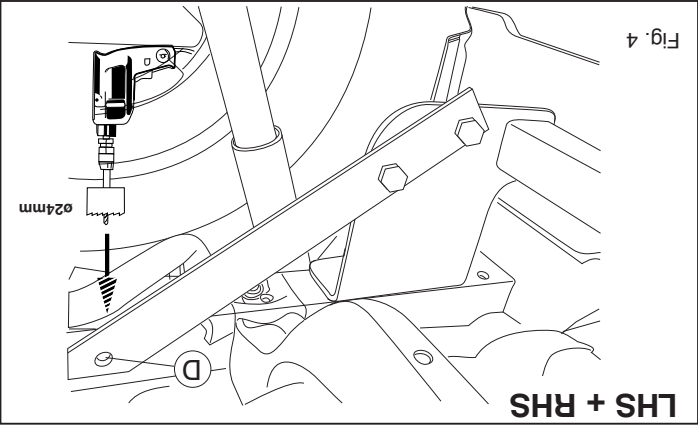

Fig. 4
11. Drill on the level of the holes D on the underside of the chassis holes, round 24 mm. See figure 4.
11. Auf der Höhe von Löcher D auf der Unterseite des Langsträger Locher ø24 mm bohren. Siehe Abbildung 4.
11. Percer au diamètre 24 au niveau des trous D, coté inférieur aux trous du châssis. Voir figure 4.